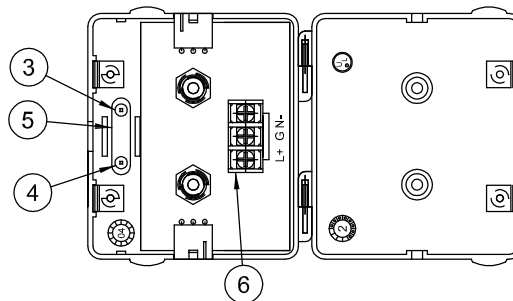

FIG. 2
3. Dos 3/8" des fils d'approvisionnement de bande (16) longtemps.
4. Enlevez la vis (3), (4) et bride (5) du module pour permettre le raccordement de l'alimentation d'énergie aux bornes (6). (voir la fig. 2)